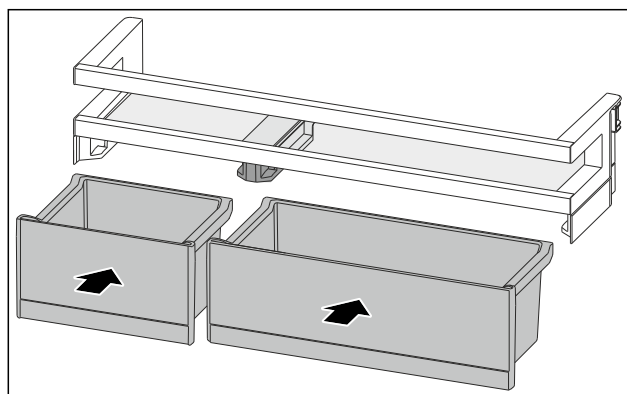

Fig. 127
- ▶ VarioBoxen in getauschter Anordnung einsetzen. (siehe Fig. 127)